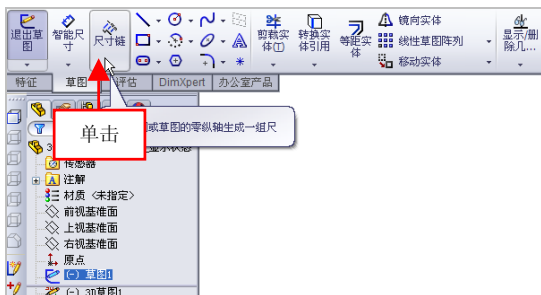

图 3-49 单击【尺寸链】按钮
(2) 任意选择一条直线, 弹出对话框, 单击【编辑草图】按钮, 进入草图编辑环境, 单击【尺寸链】按钮, 如图 3-49 所示。